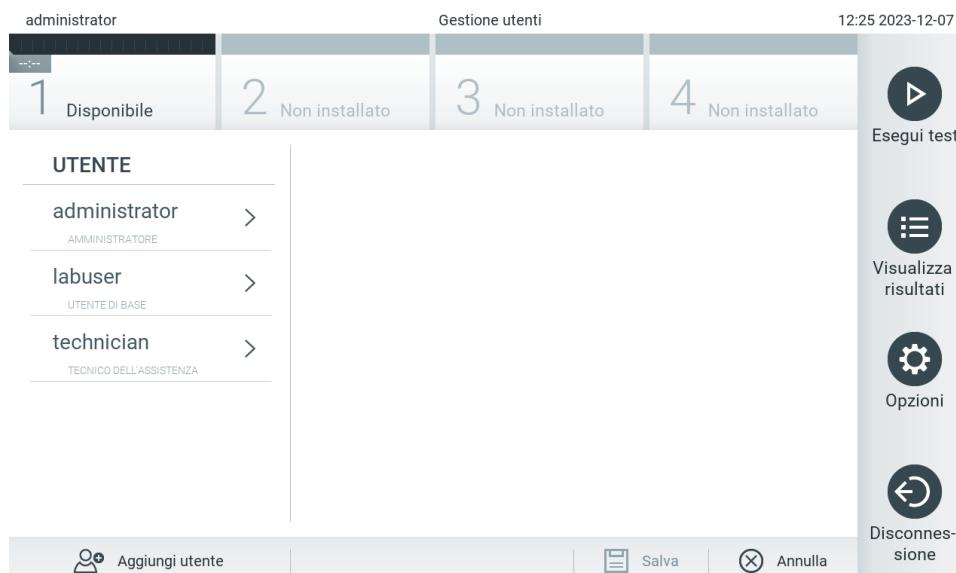

Figura 50. Schermata User Management (Gestione utenti).
- Premere Options (Opzioni) > User Management (Gestione utenti) per configurare gli utenti. Nell'area dei contenuti del display, viene visualizzata la schermata User Management (Gestione utenti) (Figura 50).